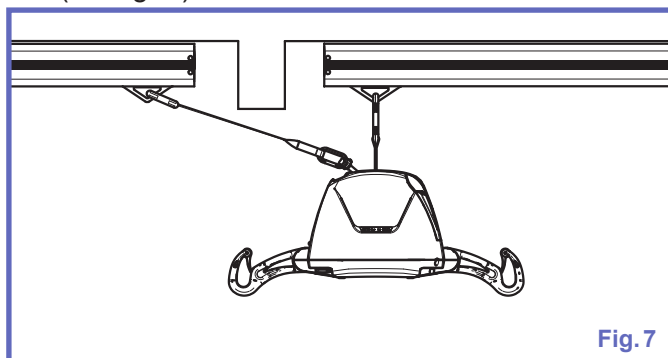

Fig. 7
- 2) Hekt forlengelsesremmen på den andre løpevognen og deretter på overføringskroken (se Fig. 7).